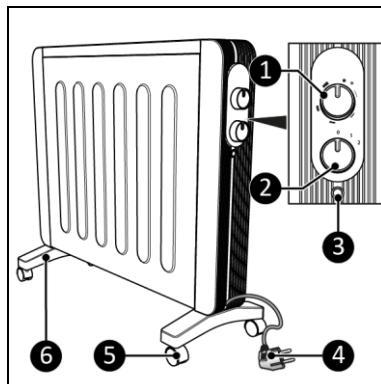

Abbildung 2
Dieses Produkt ist eine benutzerfreundliche elektrische Heizung für den Innenbereich (Abbildung 2).
- Stellen Sie sicher, dass sich der Steuerknopf in der Position "0" befindet (Abbildung 2, Pos. 2).
1. Drehen Sie den Reglerknopf (Abbildung 2, Pos. 2) auf die gewünschte Heizstufe (1 oder 2).